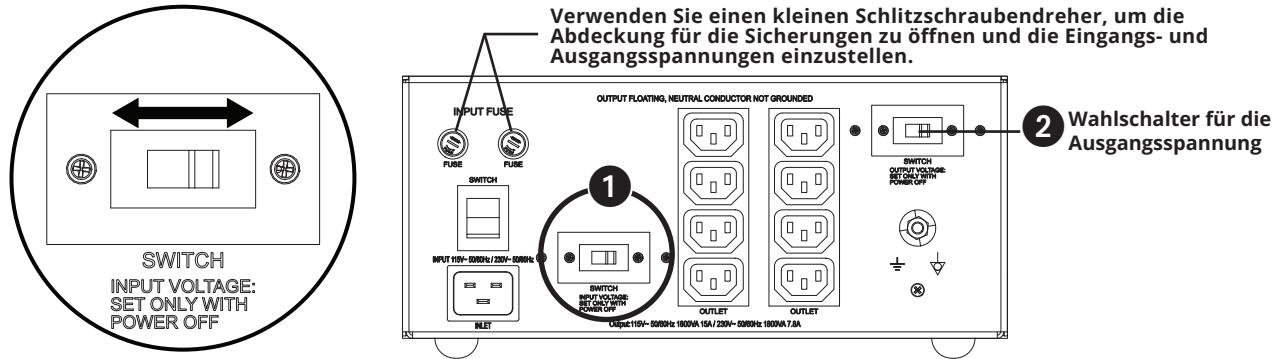

Abbildung 3
Die Auswahl der Eingangsspannung erfolgt über den Wahlschalter mit der Bezeichnung „Input Voltage“ (Abbildung 3). ① Für den IS1800HGDV sind separate Sicherungshalter erhältlich. Sie müssen je nach Eingangsspannung den richtigen Sicherungswert einsetzen. Der richtige Sicherungswert ist der Tabelle in Abschnitt 3.1.5 zu entnehmen. Die Auswahl der Ausgangsspannung erfolgt mit dem Wahlschalter für die Ausgangsspannung. ② Der Bereich mit dem Eingangs-/Ausgangsspannungs-Wahlschalter ist mit einer Plattenabdeckung mit einer kleinen Öffnung ausgestattet. Verwenden Sie einen kleinen Schlitzschraubenzieher, um für die Einstellung der Eingangs-/Ausgangsspannung auf die kleine Öffnung zuzugreifen.